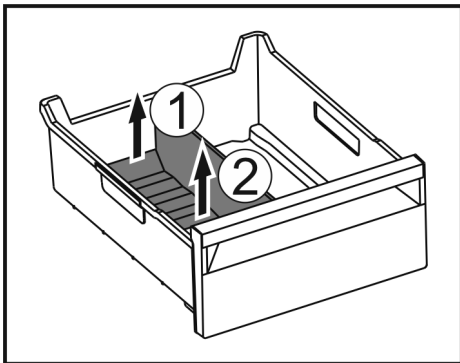

Fig. 138
- Hinteren Teil des Eisfach-Trenners anheben. Fig. 138 (1)
- Eisfach-Trenner nach oben entnehmen. Fig. 138 (2)